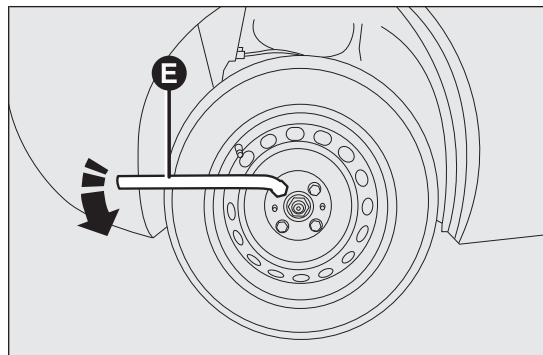

fig. 98
- desserrer d'environ un tour les boulons de fixation de la roue à remplacer à l'aide de la clé fournie E fig. 98 ;